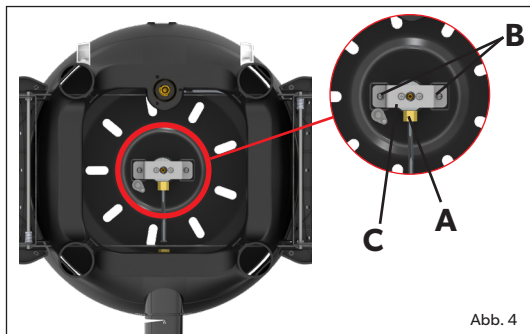
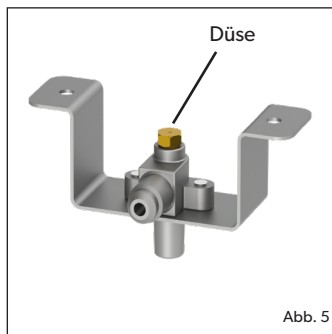

Abb. 4
Abb. 5
Um die Düse zu entfernen, entfernen Sie alle losen Oberflächen von Ihrem Gerät und drehen Sie die Basiseinheit um. Lösen Sie mit einem geeigneten Schraubenschlüssel die Mutter (A) (Abb. 4). Lösen Sie die 2 Schrauben (B) (Abb. 4). Entfernen Sie die Halterung (C), um die Düse freizulegen. (Abb. 5). Entfernen Sie die Düse mit einem geeigneten Schraubenschlüssel. Verwenden Sie keine Zange an der Düse, da dies die Düse beschädigen und unbrauchbar oder unmöglich machen kann, sie zu entfernen. Schrauben Sie die neue Düse in das Ventil. Nicht zu fest anziehen, da dies die Düse beschädigen kann.